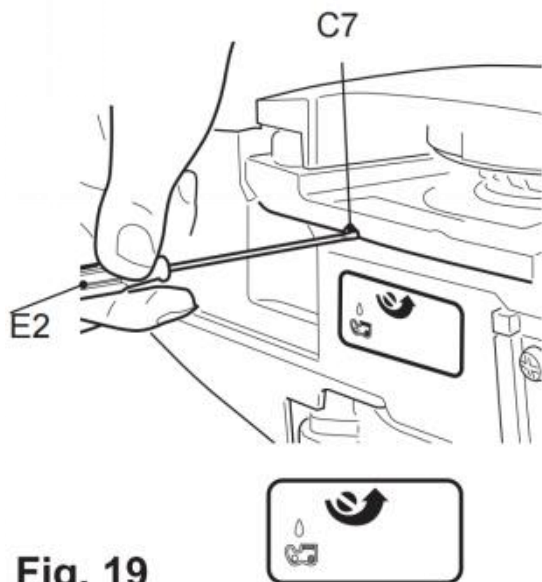

Fig. 19
- 4) Draai de stelschroef (C7) van de oliespuit aan de onderkant van het product om de kettingoliestroom aan te passen met het multitoel (E2) (Fig. 19).